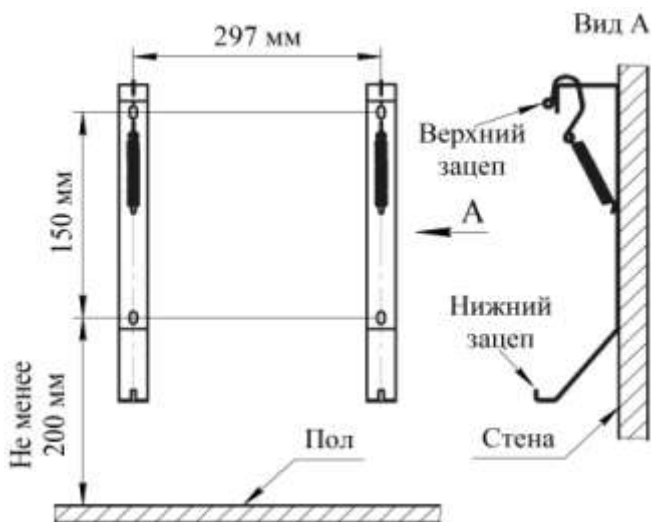

Рис.2
5.4 Для стационарной установки конвектора выполните на стене разметку под крепёжные отверстия (рис.2) и закрепите кронштейны для установки конвектора любым доступным способом (например, при помощи дюбелей и шурупов), обеспечив надёжное крепление конвектора в течении всего срока эксплуатации и соблюдая минимальные расстояния от поверхности конвектора до предметов окружающей обстановки, как показано на рисунке 3 (расстояния даны в сантиметрах).